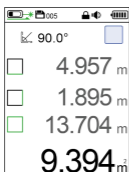

Abbildung 4 Erste gemessene Fläche
Schritt 1: Messen Sie die erste Fläche (siehe Flächenmessung), wie in Abbildung 4 dargestellt;